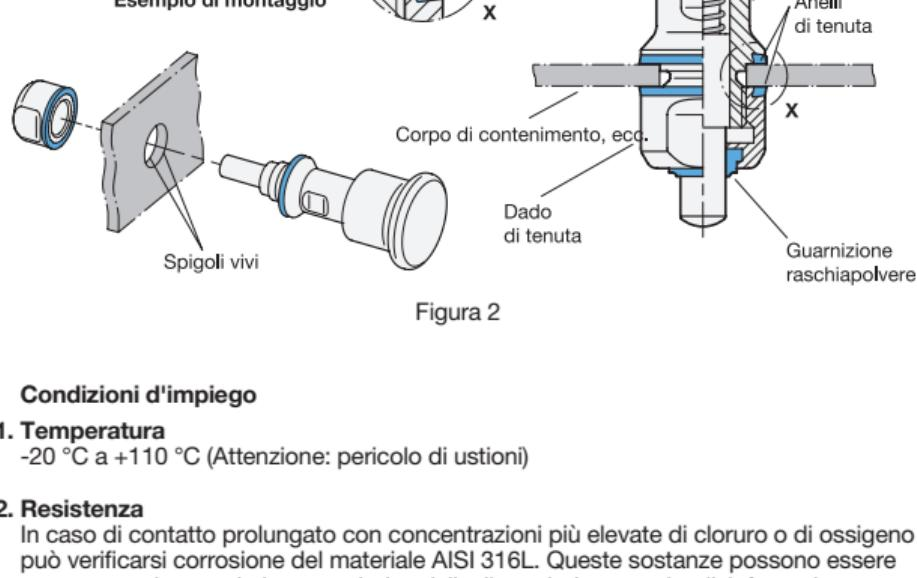

Figura 2
- Il foro di innesto deve essere progettato in modo tale che le spalle metalliche all'interno degli anelli di tenuta poggiino il più possibile sul sottofondo e consentano il serraggio sull'arresto metallico (toleranza di $+0,05/+0,2$). Gli anelli di tenuta devono poggiare completamente sul sottofondo (Figura 2).